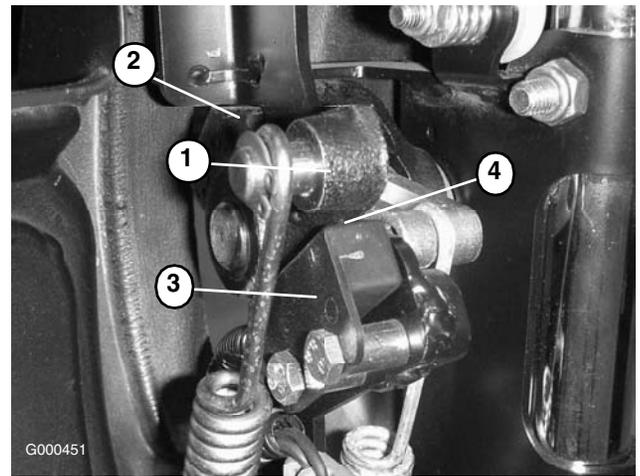

Figura 26
2. Accione a alavanca de tracção até que esta entre em contacto com a paragem neutra (Figura 26).
3. Desaperte as juntas de montagem do interruptor de segurança (Figura 26).
4. Coloque uma cunha de 0,813 mm entre a alavanca de tracção e o interruptor de segurança (Figura 26).